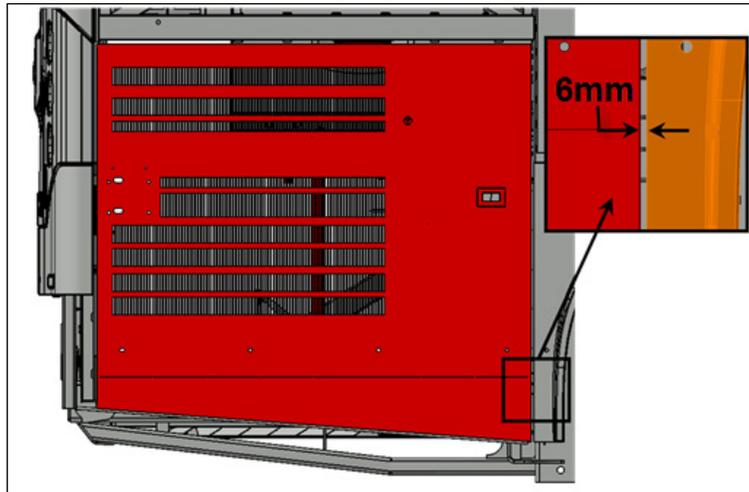

FIGURE 8
7. Vérifier le jeu entre la porte et l'aile arrière au niveau du bras inférieur de la porte. Le jeu devrait être $\frac{1}{4}$ " (6 mm) (Figure 8).